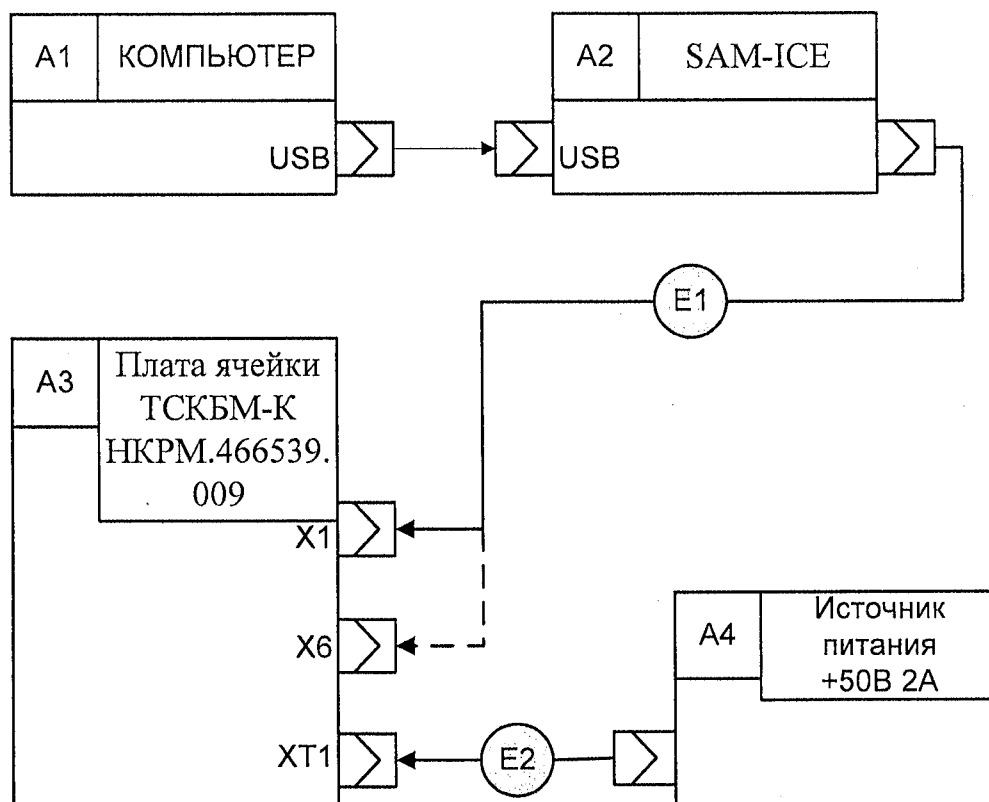
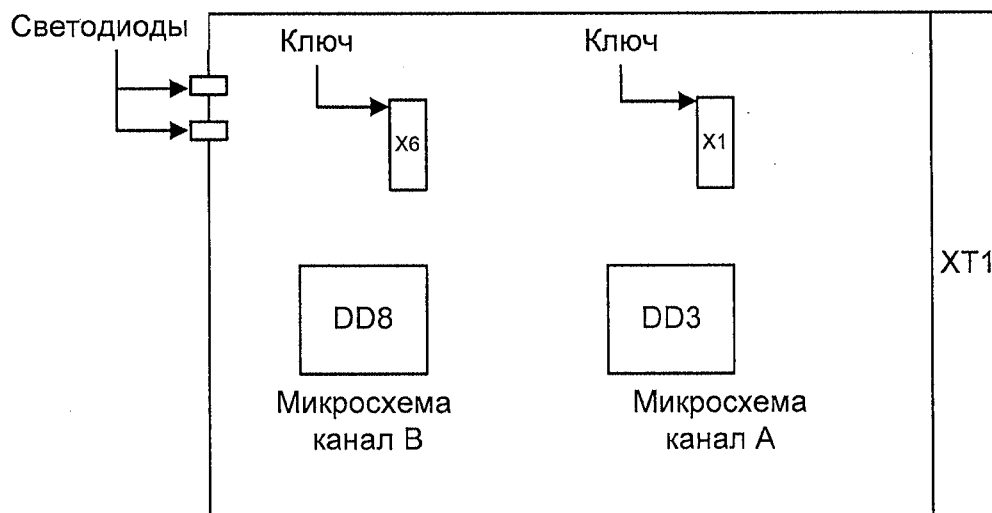

Рисунок 2 — Схема стенда для программирования
Рисунок 3 — Внешний вид платы ячейки ТСКБМ-К
1) Собрать стенд в соответствии со схемой, приведенной на рис. 2, вставить разъем X2 кабеля программирования (Е1, см. рис. 3) в разъем X1 (см. рис. 4) канала «А» (X6 для канала «В») и кабель питания (Е2, см. рис. 5) в разъем XT1 и включить источник питания.
После программирования ячейки ТСКБМ-К включить источник питания и убедиться в мигании светодиодов, расположенных на передней панели ячейки ТСКБМ-К (см. рис. 3).